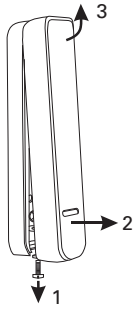

Fig. 2: Cover removal / Abnehmen der Abdeckung / Dépose du cache / Rimozione del coperchio / Deksel verwijderen
2. Remove the cover (see Fig. 2).
2. Die Abdeckung entfernen (siehe Abb. 2).